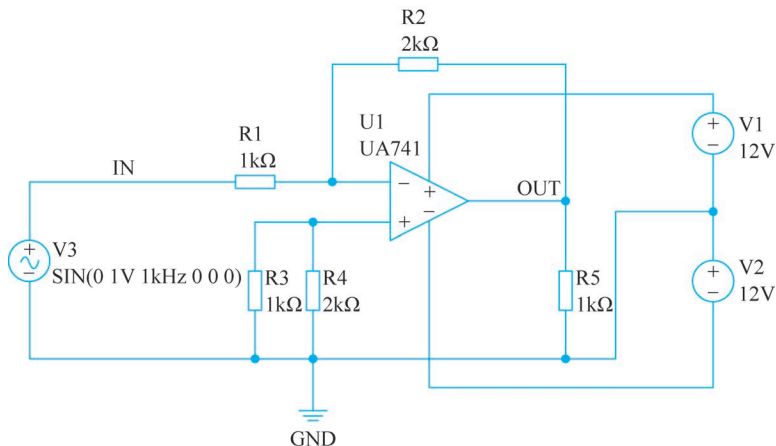

图 3-17 传输函数分析电路
- (1) 在嘉立创 EDA 主界面主菜单下选择“文件”→“新建”→“工程”选项,设置“工程标题”为 DC-TF,单击“保存”按钮生成传输函数分析工程。
- (2) 在原理图中复制上节瞬态分析的原理图,电路原理图如图 3-17 所示。